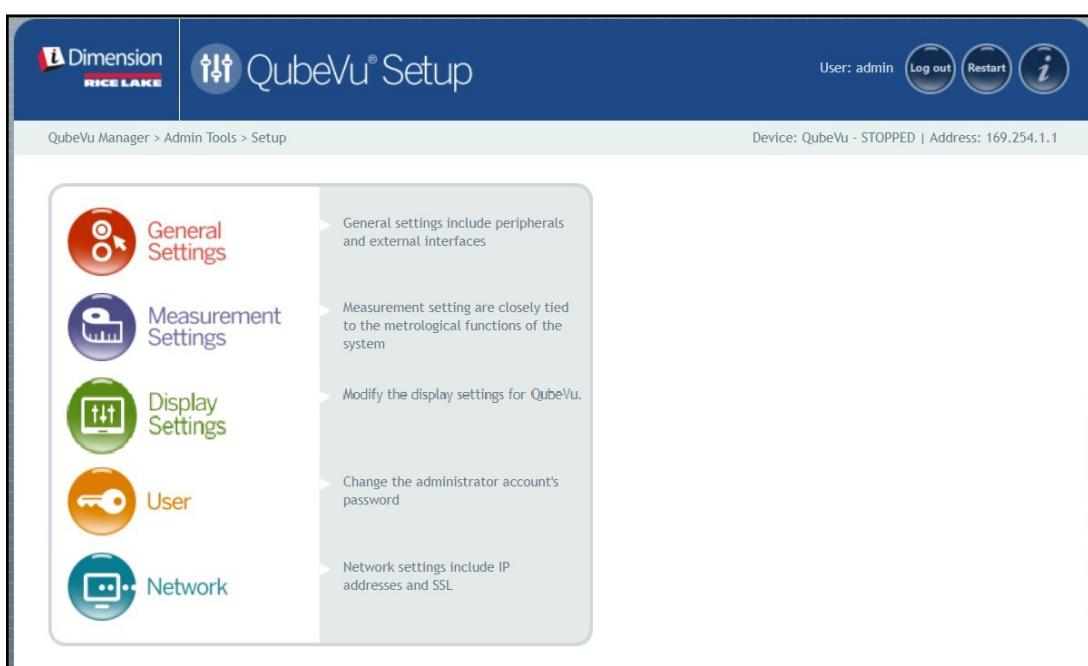

Figura 5-1. Menu Setup (Impostazione)
- Selezionare  **General Settings** nel menu **Setup** (Impostazione) (Figura 5-1 a pagina 24).
- Selezionare  Measurement Settings nel menu **Setup** (Impostazione) (Figura 5-1 a pagina 24). Viene visualizzato il menu **Measurement Settings** (Impostazioni di misura).